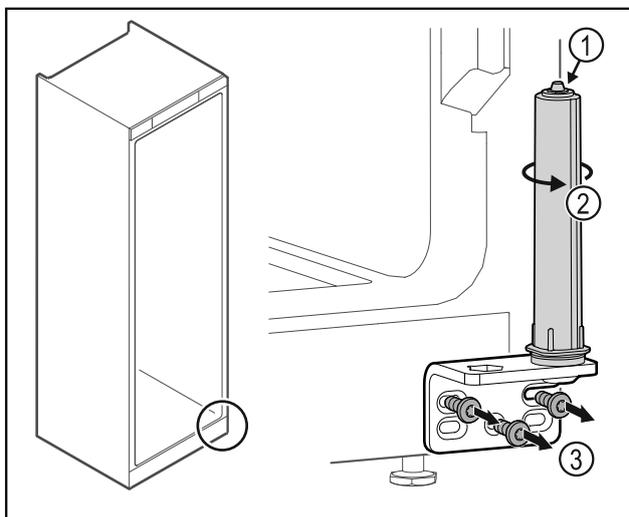

Fig. 49
- Türschließsystem Fig. 49 (1) nicht zerlegen.
- Schließsystem Fig. 49 (2) drehen, bis es klickt.
- Scharnierwinkel Fig. 49 (3) abschrauben.